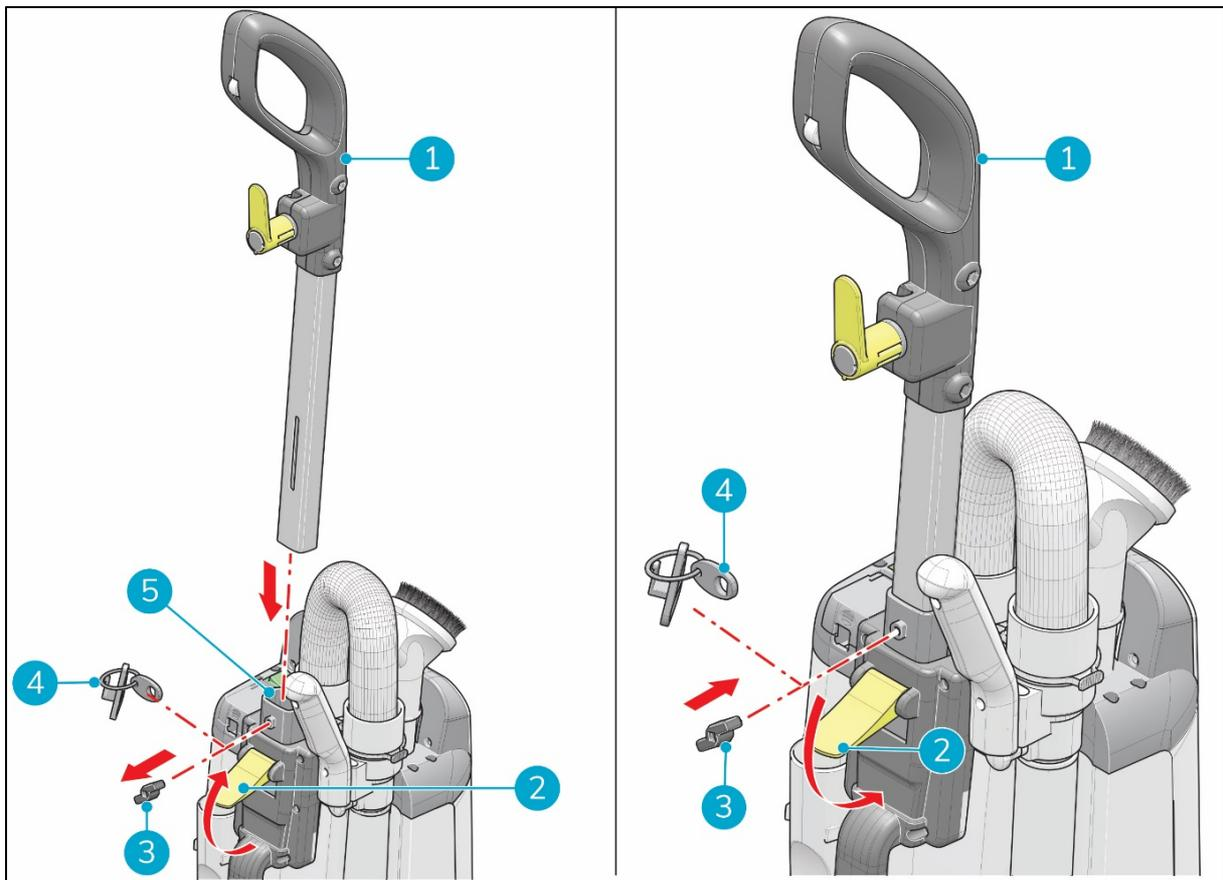

Figura 7
1. Rimuovere la vite a testa zigrinata (Figura 7, pos 3).
2. Tenere il pressacavo (Figura 7, pos 4) a portata di mano.
3. Rilasciare il fermo (Figura 7, pos 2).
4. Posizionare la maniglia (Figura 7, pos 1) nella sua presa (Figura 7, pos 5).
5. Inserire la vite a testa zigrinata (Figura 7, pos 3) nel pressocavo (Figura 7, pos 4).
6. Stringere la vite a testa zigrinata (Figura 7, pos 3).
7. Fissare il fermo (Figura 7, pos 2).